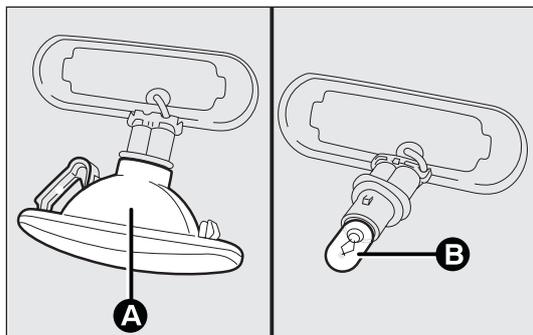

fig. 148
- extraiga la lámpara B-fig. 148 y cámbiela;